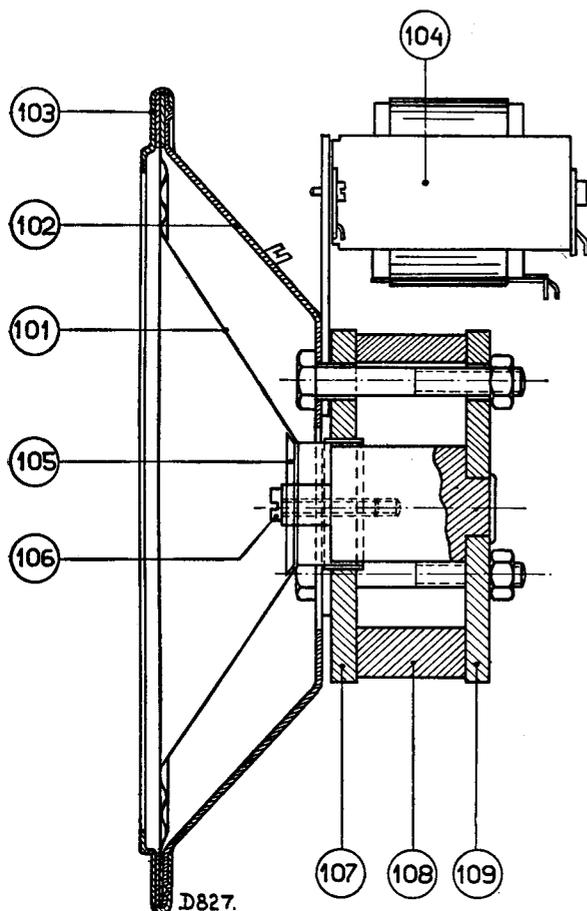

Fig. 8
2. Faire attention à ce que la plaque antérieure et postérieure (fig.8 rep. 107 et rep. 109) ne soient, en aucun cas, séparées de l'aimant; car alors, celui-ci (de même que si la réparation se faisait sur une plaque de fer) s'affaiblirait.